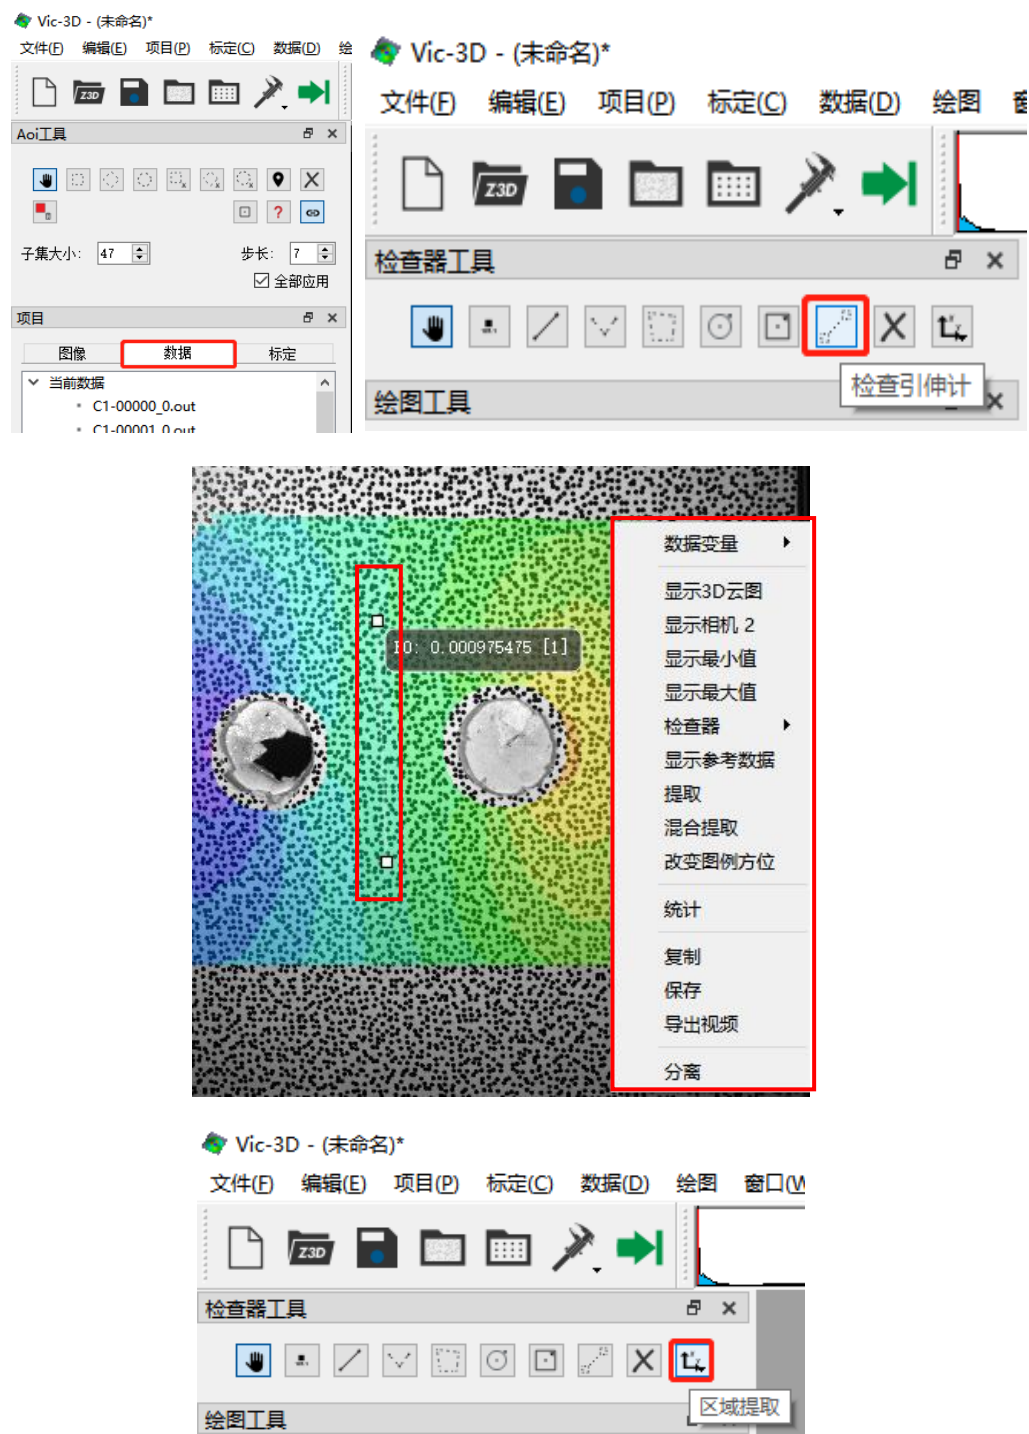

图 22
2、在运行分析结束后，右键点击图像即可调出对话框，如图 22 第 3 幅图所示。可直